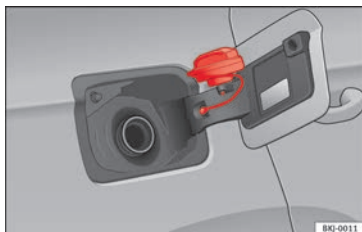

Fig. 52 Trappe à carburant avec bouchon fermé.
- Placez le bouchon dans le logement se trouvant sur la charnière de la trappe à carburant ouverte »» fig. 52.